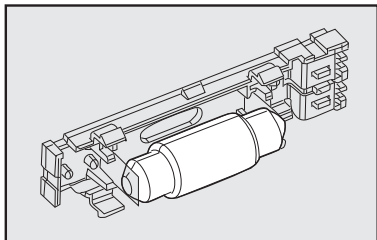

fig. 29
- Substituir a lâmpada **fig. 29** desvinculando-a do soquete e certificando-se de que a nova lâmpada fique corretamente bloqueada entre os contatos;